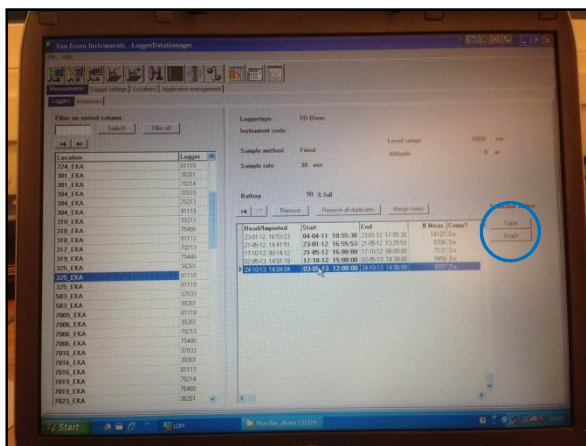
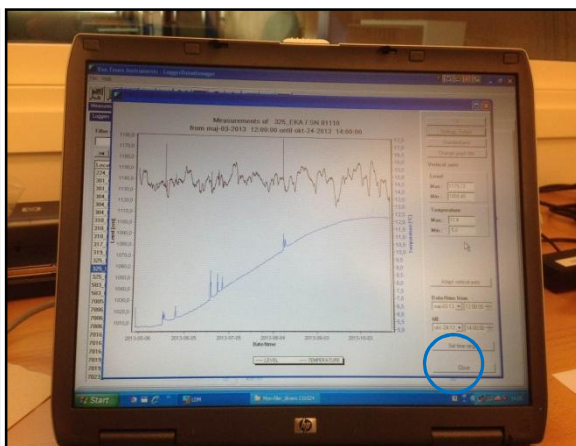

Bild 4
Bild 5
- När datan har sparats hamnar man automatiskt på flik ”measurement”, se **Bild 4**.
- Kontrollera att sista raden enligt **Bild 4** är markerad.
- Tryck på knappen för graf (blå ring **Bild 4**) Kontrollera att divern fungerar och mäter riktigt. Om batteriet börjar ta slut eller annat fel finns en konstig graf eller ingen alls. Finns osäkerhet titta på en graf från tidigare mätningsserier. Grafen på **Bild 5** är korrekt. Stäng fönstret (blå ring **Bild 5**)